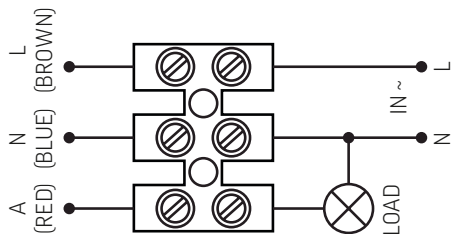
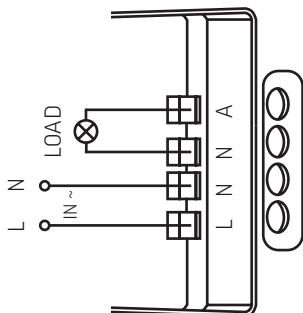

Рисунок 1
Рисунок 2
▶ Подключите датчик согласно схеме соединения провода питания и нагрузки (рис. 1 или рис. 2);